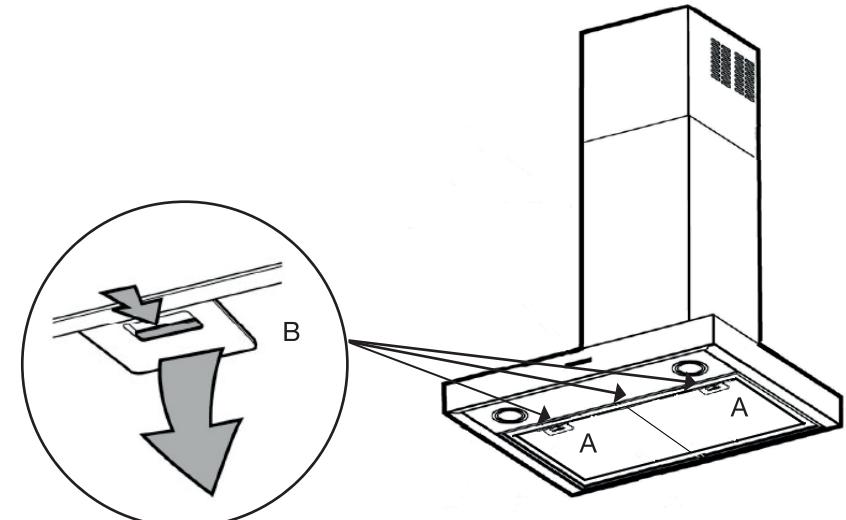

Figure 8
1. Retirez les filtres anti-graissé comme indiqué dans la section précédente (Fig. 8).